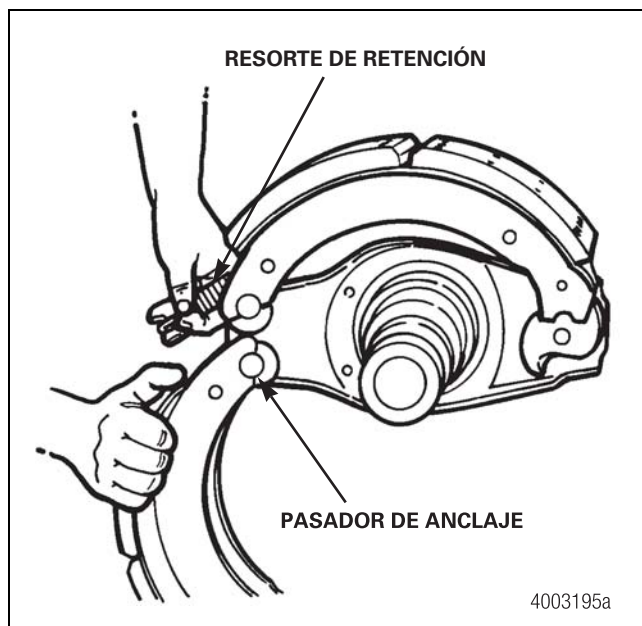

Figura 5.3
5. Lubrique los pasadores de ancla con grasa Meritor especificación 0-616-A en los sitios donde están en contacto con las zapatas de freno. Coloque la zapata superior en posición sobre el pasador de anclaje superior. Sostenga la zapata de freno inferior en el pasador de ancla inferior e instale dos resortes de retención de zapata de freno nuevos. Figura 5.3.